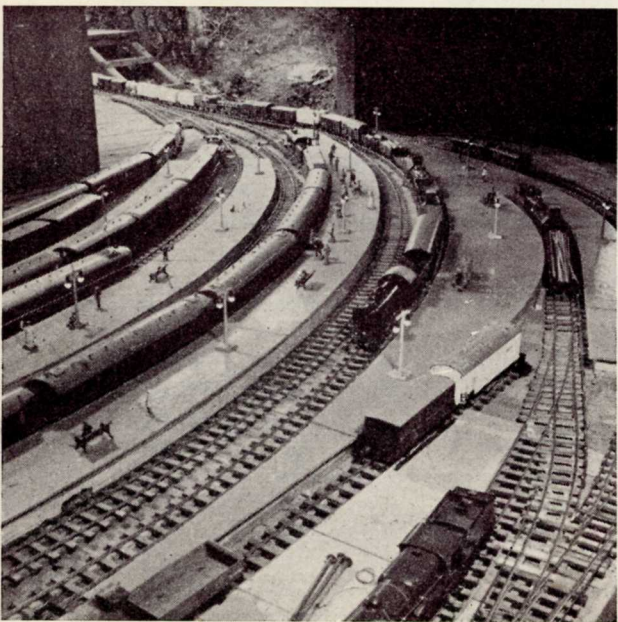

Fig. 3.
aksens frie ende er anbragt et drev, et spidstandhjul (3). Dette tandhjul driver et tilsvarende, der sidder på en tværgående aksel, der også ligger i kuglelejer. Disse kuglelejer fastholdes af lejeholdere som fig. 3. På førnævnte aksel
sidder et tandhjul (4), med 8 tænder. Dette driver tandhjulet (5) med 30 tænder. Dette sidste tandhjul er anbragt på en 3 mm aksel, der har lejer i lejeholderne på fig. 3. Af slidtagehensyn er dette forsynet med et ekstra leje af bronze, der er påloddet. På sidstnævnte aksel sidder tandhjulet (6) med 12 tænder, der driver det på drivhjulsakslen anbragte tandhjul (7) med 50 tænder.